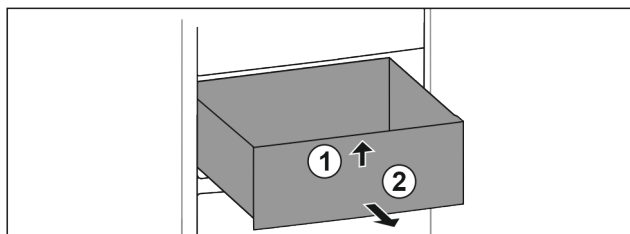

Fig. 95
- ▶ Levante el cajón por delante. Fig. 95 (1)
- ▶ Extraiga el cajón hacia delante. Fig. 95 (2)